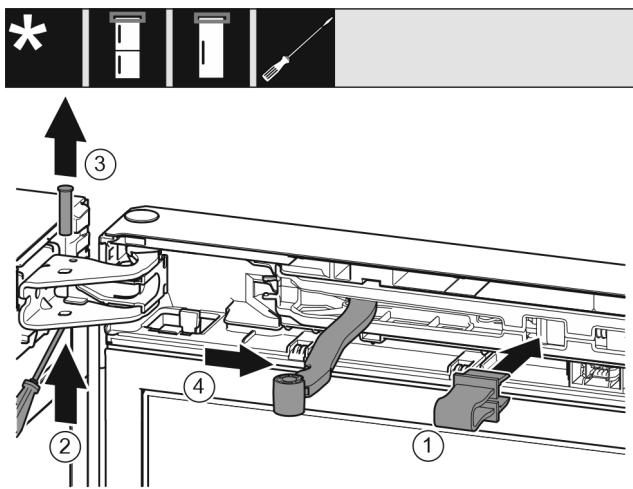

Fig. 8
- Фиксирайте предпазителя в отвора. *Fig. 8 (1)*
- С отвертката избутайте болта. *Fig. 8 (2)*
- Извадете болта нагоре. *Fig. 8 (3)*
- Завъртете шарнира в посока към вратата. *Fig. 8 (4)*